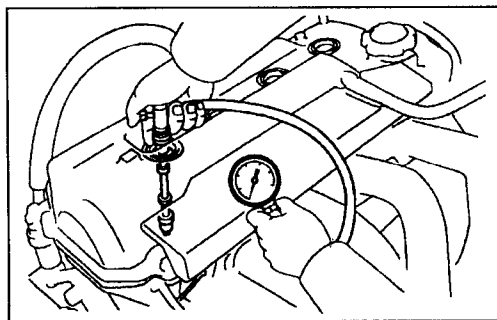

图 1-4
(5)检查气缸压缩压力,如图 1-4 所示。在火花塞孔装上气缸压力表,使节气门全开,通过起动机转动曲轴,测量压缩压力。压缩压力:1.36MPa,最低压力:0.98MPa,缸差:100kPa。注意:用充满电的蓄电池,使发动机的转速超过 250r/min,用同样的方法检查其他缸的压力,测量时间尽可能短。